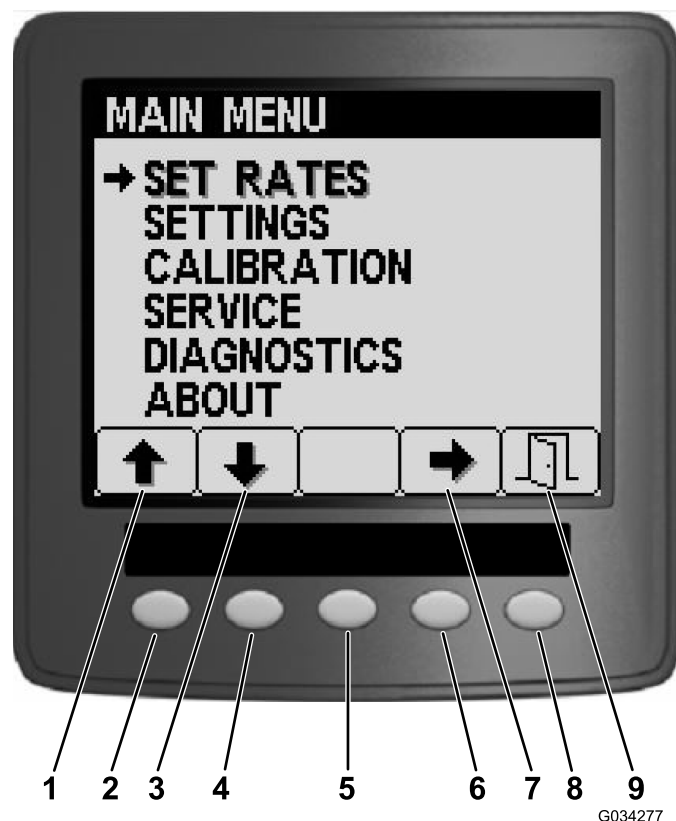
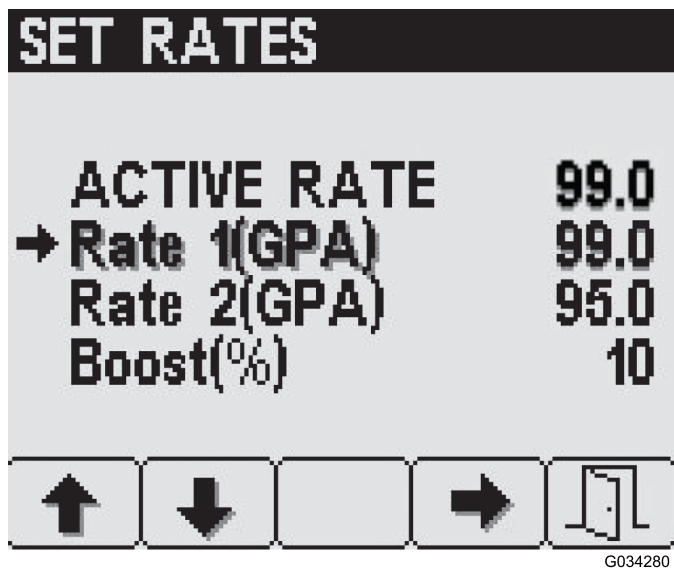
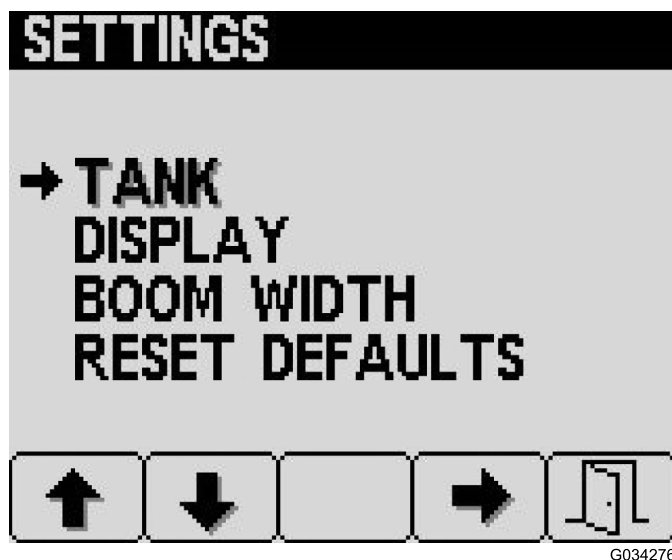

Figura 6
Figura 7
Figura 9
A partir do ecrã do menu principal, pode aceder ao ecrã para definir taxas, ao ecrã de definições, ao ecrã de calibração, ao ecrã de assistência, ao ecrã de diagnóstico ou ao ecrã sobre (Figura 6).
Para aceder ao ecrã para definir taxas, prima o botão 2 no ecrã do menu principal (Figura 6) até chegar à opção de definir taxas e prima o botão 4 para seleccionar (Figura 7).
1. Prima o botão 1 ou 2 até obter a taxa ou percentagem de taxa de aumento pretendida (Figura 7).
Para aceder ao ecrã de definições, prima o botão 2 no ecrã do menu principal (Figura 6) até chegar à opção de definições e prima o botão 4 para seleccionar (Figura 9).
1. Prima o botão 4 no ecrã de definições para seleccionar as definições do depósito (Figura 9).
1. Prima o botão 2 no ecrã de definições até chegar à opção de definições do ecrã e depois prima o botão 4 para selecionar a opção de ecrã (Figura 9).
As definições da largura da rampa são previamente preenchidas na fábrica (Figura 9).